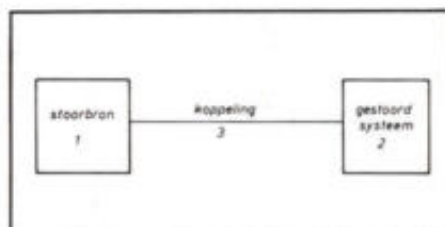

Fig. 1. Een eenvoudig EMI-model bestaat uit drie elementen: een stoorbron, een gestoord systeem en een daartussen aanwezige koppeling.
Indien zich een elektromagnetisch interferentieprobleem (elektromagnetische storing) voordoet, dan hebben we te maken met een *stoorbron* (1), een *gestoord systeem* (2), en een *koppeling* daartussen (3), hetgeen schematisch is weergegeven in fig. 1.